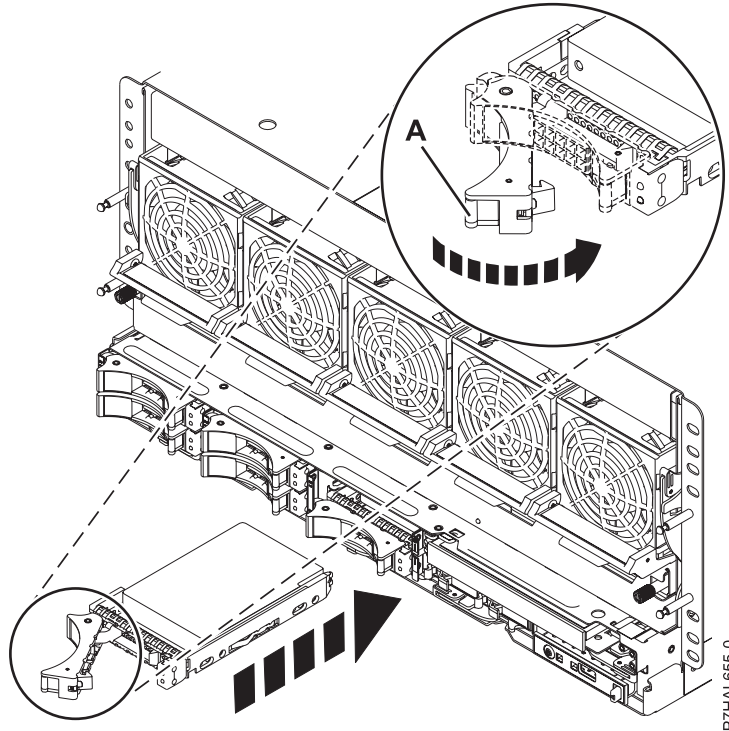

Figure 27. Remplacement d'une unité de disque ou d'une unité SSD dans l'unité centrale
6. Faites glisser complètement l'unité de disque ou l'unité SSD dans l'unité centrale ou dans une unité d'extension, et poussez la poignée de l'unité (**A**) jusqu'à ce qu'elle s'enclenche, comme indiqué dans la figure 27, à la page 51.